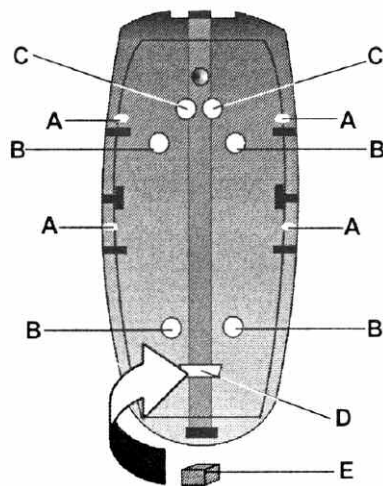

Figura 3
Non toccare la lente del rivelatore poiché questo potrebbe causare malfunzionamenti. Se necessario, pulire l'esterno della lente utilizzando un panno morbido con po' di alcol puro. Dopo aver scelto la posizione appropriata eseguire i fori adatti alle viti di fissaggio. (Figura 3)
1. Forare con una punta da trapano del 5.5 - 6 la base del DG85 20 mm sotto uno dei due fori di fissaggio "B" **(Figura 3)**.